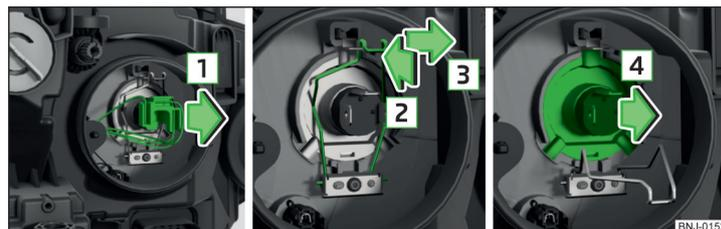

Fig. 208 Mudar a lâmpada incandescente dos médios e máximos
- Premir o bloqueio da ficha e retirar a ficha, com movimentos oscilantes no sentido da seta **1** » Fig. 208.